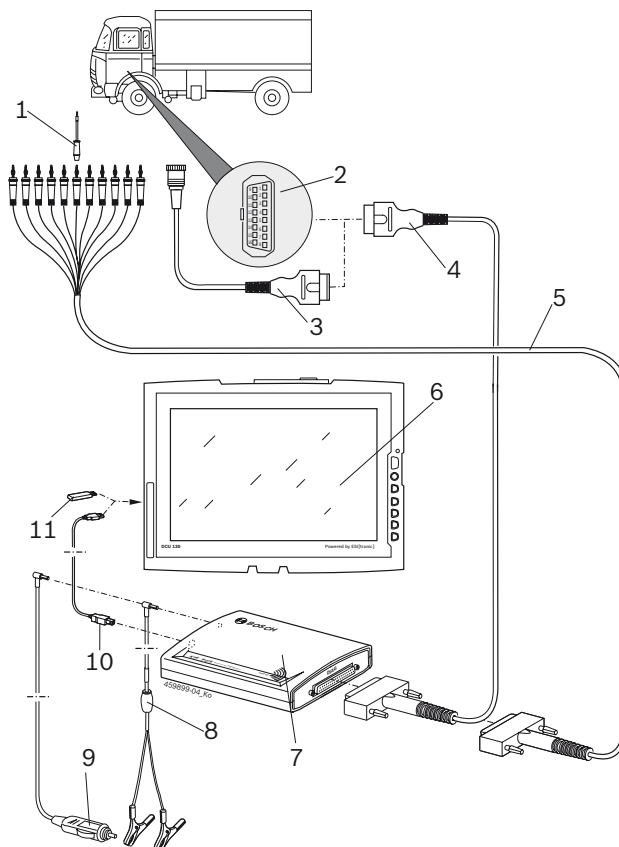

Abb. 3: Schema di collegamento KTS Truck
- Cavo di diagnosi OBD (fig.3, pos. 4)
- Cavo di diagnosi OBD ed inoltre tramite un cavo adattatore specifico per il veicolo (fig.3, pos. 3) (accessorio speciale)
- Cavo adattatore universale (fig. 3, pos. 5).